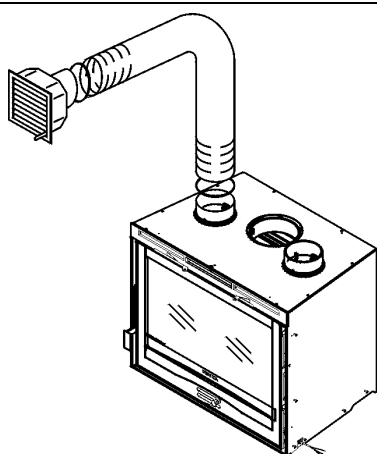
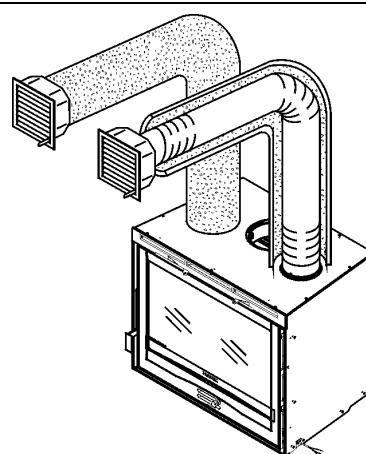
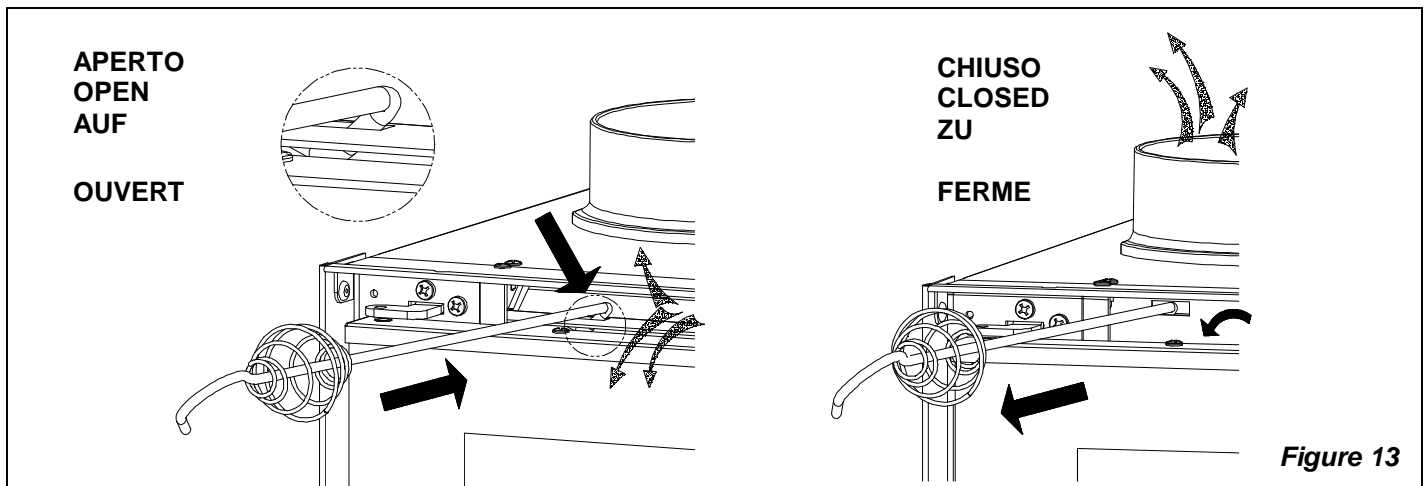

Figure 11
Figure 12
Figure 13
Les inserts **Crystal 70 / 80 / 100** sont prédisposés pour la connexion avec deux sorties de ventilation supplémentaires, il faut seulement appliquer le kit de ventilation **OPTIONNEL** (ventilateur centrifuge) code 1318000 (voir Figure 11, Figure 12, Figure 13 - Chapitre 21).
- e) si l'espace entre la partie supérieure de l'insert et le profil inférieur de la hotte est inférieur à 10 cm il faudra réaliser un trou d'environ 30 x 40 cm sur la hotte pour permettre la fixation des tuyaux flexibles (v. Figure 11 - Figure 12).